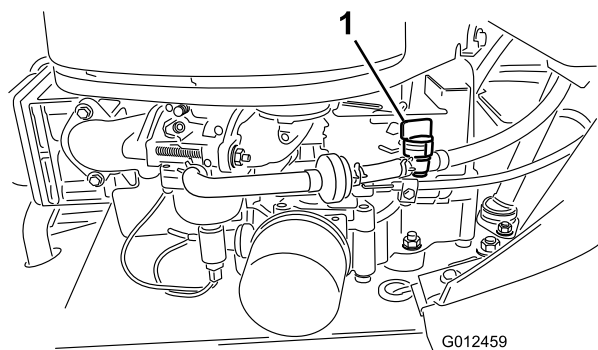

Figure 31
6. Fermez le robinet d'arrivée de carburant (Figure 31).
7. Pincez les extrémités des colliers et faites glisser ceux-ci pour les éloigner du filtre usagé (Figure 31).